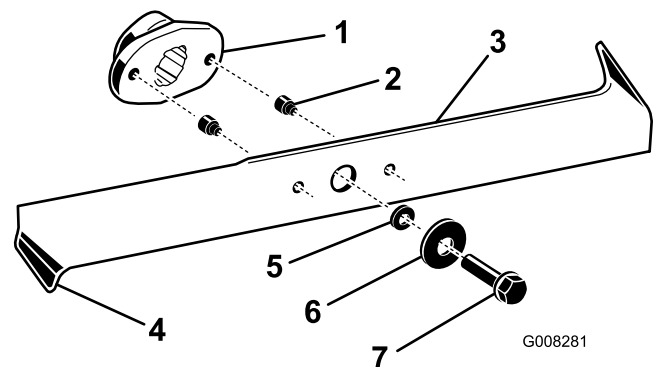

Bild 38
2. Untersuchen Sie die Schnittkanten (Bild 38). Bauen Sie die Schnittmesser aus und schärfen sie, wenn die Kanten nicht scharf sind oder Kerben aufweisen; siehe „Schärfen der Messer“.
3. Prüfen Sie die Schnittmesser, insbesondere die gebogenen Kanten (Bild 38). Montieren Sie neue Messer, wenn Sie eine Abnutzung oder Beschädigung dieses Bereichs feststellen.
4. Ersetzen Sie die Scherbolzen sofort, wenn Sie gebrochen sind (Bild 38).
3. Entfernen Sie die Messerschrauben, Scheiben und Messer (Bild 38). Sie können einen Holzklötzchen zwischen das Schnittmesser und das Mähwerk keilen, um das Schnittmesser beim Entfernen der Schraube zu blockieren.
1. Montieren Sie die Schnittmesser, Scheiben und Messerschrauben (Bild 38).